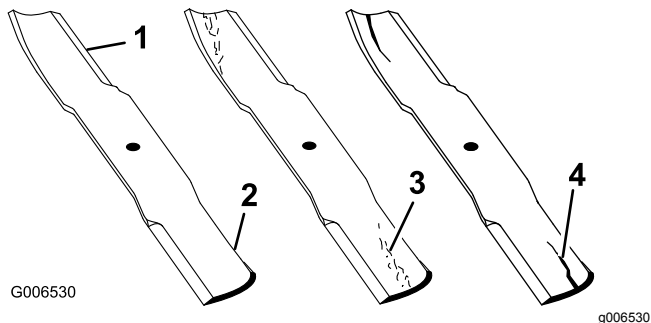

Figura 41
1. Inspeccione los filos de corte (Figura 41).
2. Inspeccione las cuchillas, especialmente la parte curva (Figura 41).
Nota: Si observa daños, desgaste o la formación de una ranura en esta zona (elemento 3 en la Figura 41), instale inmediatamente una cuchilla nueva.